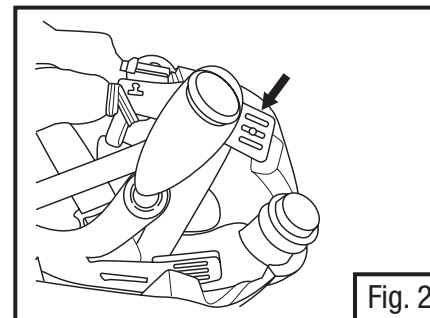

Fig. 2
- a. A cinta da cabeça (headband) da carneira pode ser ajustada em quatro pontos. Há dois pontos de ajuste na parte de trás do equipamento para a cabeça e dois à frente. Para mudar a posição da cinta da cabeça, puxe a ranhura de ajuste da altura (tipo escada) para fora do pino e proceda ao seu reposicionamento para outra ranhura na “escada” (corrente de ranhuras) (Fig. 2). Cada ponto pode ser ajustado independente para um ajuste personalizado.